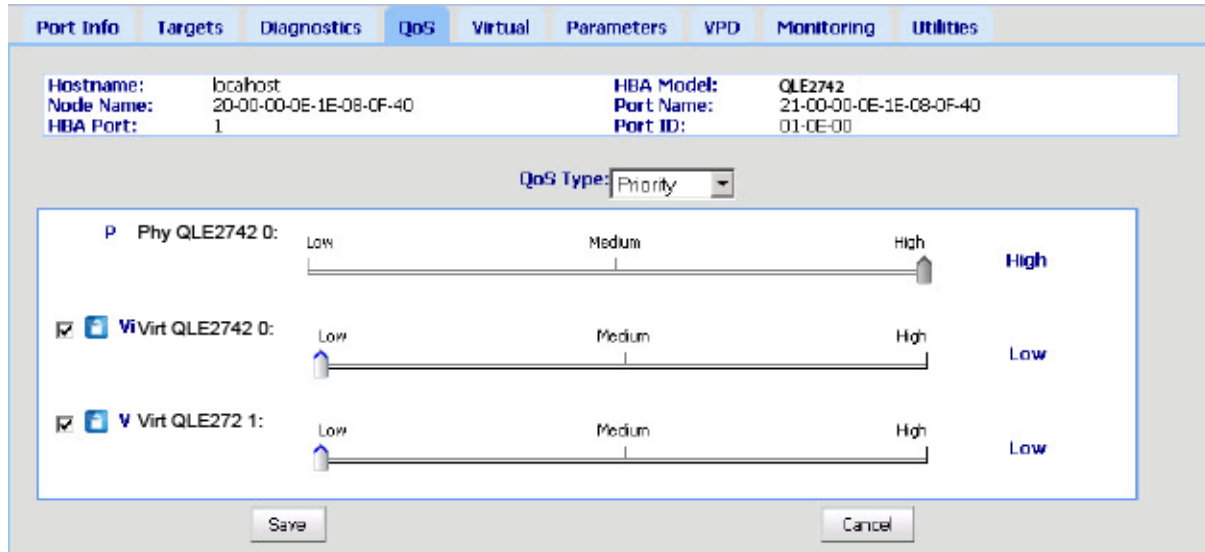

Figure 3-10. Définition de la QoS par priorité
- Déplacez le curseur pour sélectionnez une priorité basse, moyenne ou haute, tel qu'illustré à la Figure 3-10.